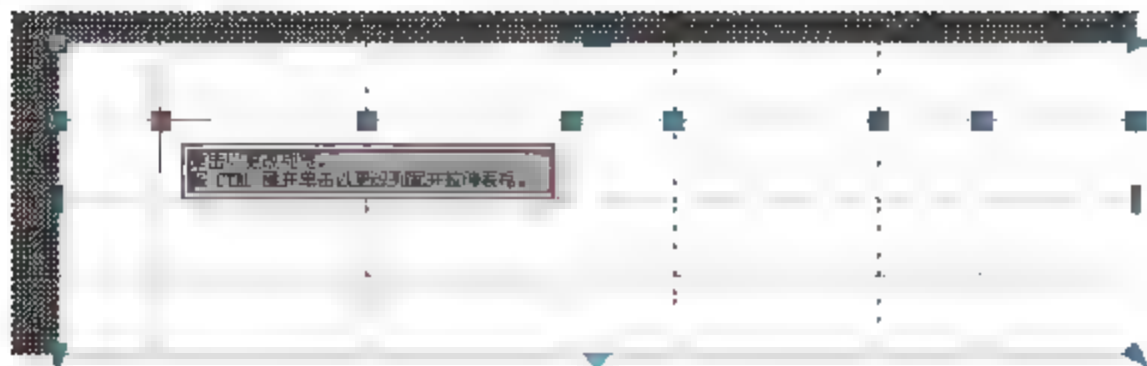

图6-94 激活夹点
**07** 选中表格，将光标放在表格的交点处，如图6-94所示。